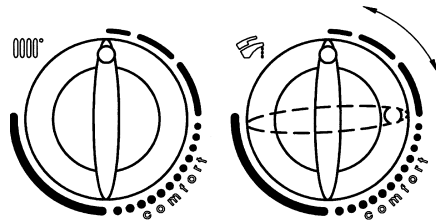

Figure 18B
- 2) lorsque le bouton 7 est sur cette position, le faire tourner 2 fois de suite rapidement ($\sim \frac{1}{4}$ de tour) dans le sens des aiguilles d'une montre comme le montre la figure 18B.